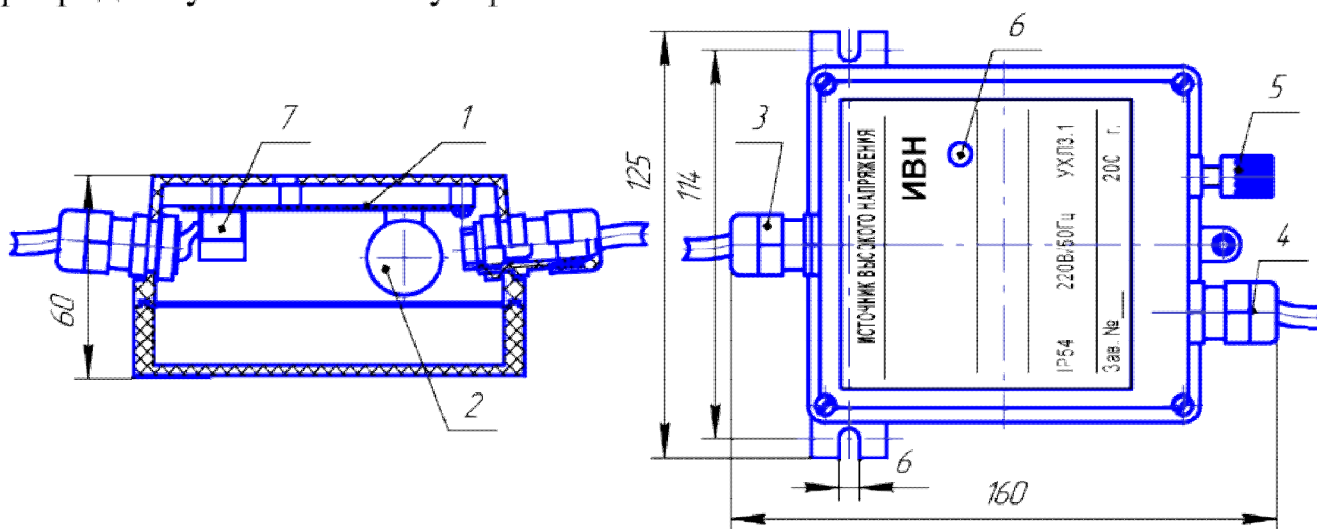

Рис.1
4.1. ИВН (Рис.1) выполнен в виде отдельного прибора блочной конструкции. Внутри корпуса крепится катушка высокого напряжения, плата с навесными элементами. Вывод высоковольтного провода осуществляется через герметичный кабельный ввод, закрепленный в боковой стенке корпуса.